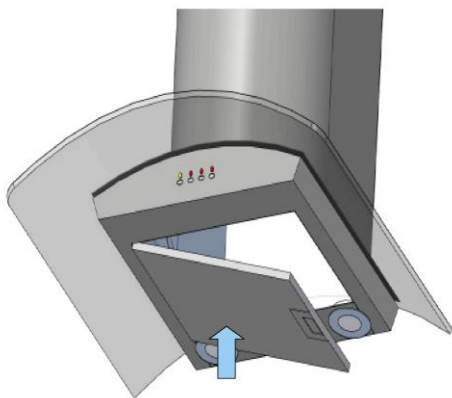

Рис. 7
- Зніміть алюмінієвий жировий фільтр (Рис. 7).
- Установіть жировий фільтр (Рис. 7).